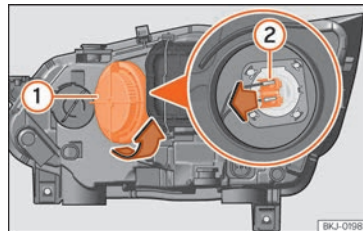

Fig. 103 Nel vano motore: lampadina per abbaglianti.
- Ruotare il coperchio (1) verso sinistra ed estrarlo »» fig. 103.
- Estrarre il connettore della lampadina (2) tirando verso l'esterno.
- Collocare il connettore della lampadina (2).
- Collocare il coperchio (1) girando verso destra.